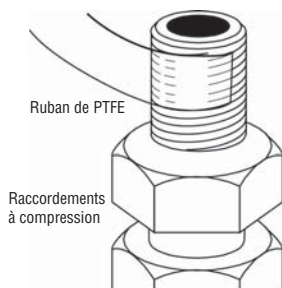

Figure 3
3. Enrouler une longueur de ruban de PTFE de 7,6 cm (3 po) de gauche à droite (dans le sens des aiguilles d'une montre) autour du filetage de 3/8 MNTP des raccords à compression. Bien resserrer afin qu'il épouse le filetage du raccordement et recouvre environ 1,3 cm (1/2 po) (figure 3). **Ne pas entourer les raccords à compression de 3/8 po ou de 1/2 po de ruban.**